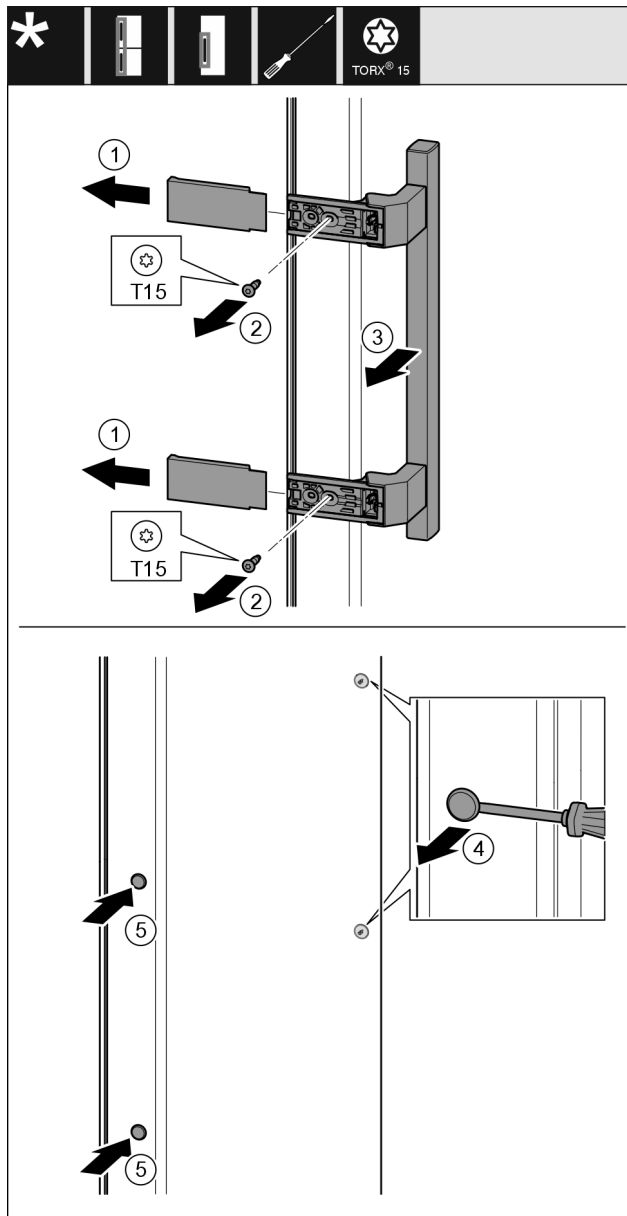

Fig. 19
- Izvucite poklopac Fig. 19 (1).
- Odvijačem odvrnite vijke Fig. 19 (2).
- Skinite ručku Fig. 19 (3).
- Odvijačem s ravnom glavom oprezno podignite bočni čep Fig. 19 (4) i izvucite ga.
- Ponovno umetnite čep Fig. 19 (5) na drugoj strani.